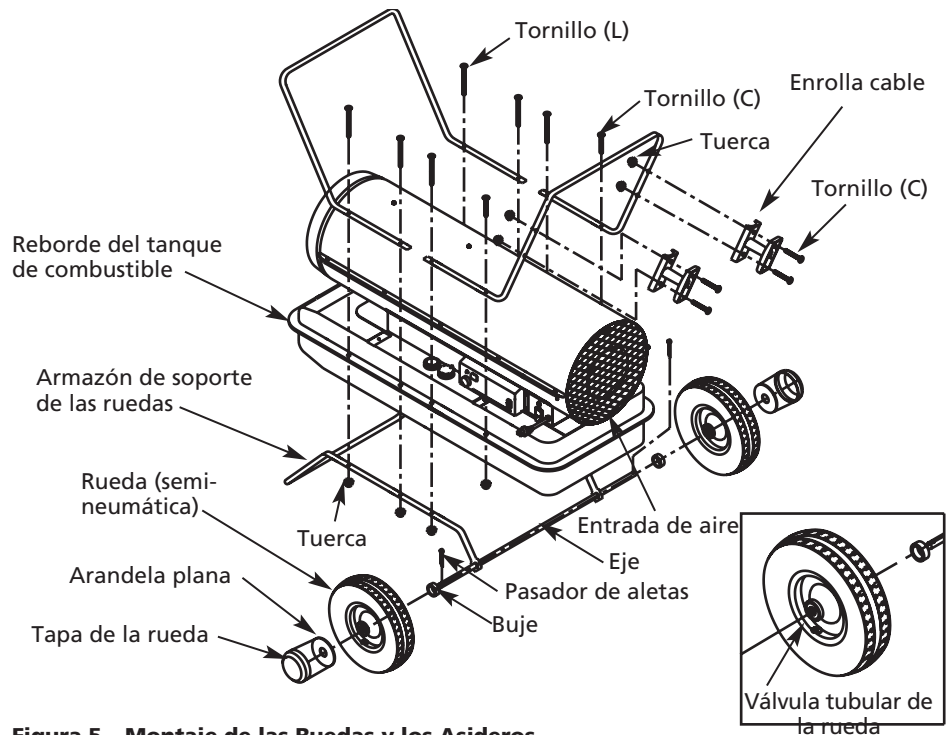

Figura 5 – Montaje de las Ruedas y los Asideros
AVISO: Cuando se instalan las ruedas, la válvula tubular debe quedar orientada hacia fuera en vez de hacia el armazón de soporte (Figura 5).
4. Coloque el calentador en el armazón de soporte de las ruedas. Asegúrese que el extremo de la entrada de aire (parte posterior) del calentador esté situado sobre las ruedas. Alinee los agujeros en el reborde del tanque de combustible. Inserte los tornillos a través de los asideros (frontal y posterior), el reborde del tanque de combustible y el armazón de soporte de las ruedas como se muestra en la Figura 5, e instale las tuercas, apretando éstas con los dedos, después de insertar cada tornillo.
7. Inserte los tornillos a través del enrolla cable y el asidero posterior como se muestra en la Figura 5, e